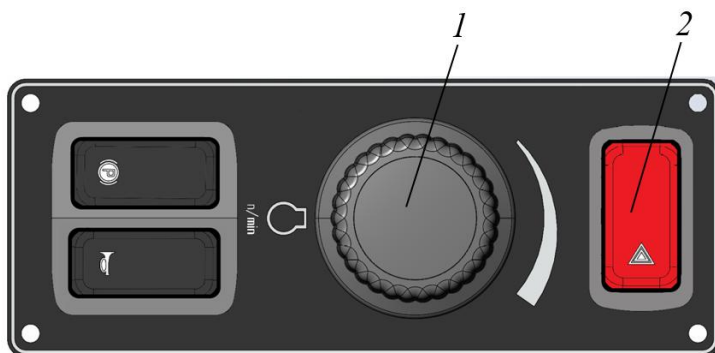

Рисунок 3.12. Органы управления левой тумбы
- ▶ Нажать кнопку безопасности (аварийный выключатель) 2, рис. 3.12.
- ▶ Рукояткой оборотов двигателя 1, рис. 3.12, выставить минимальные обороты.